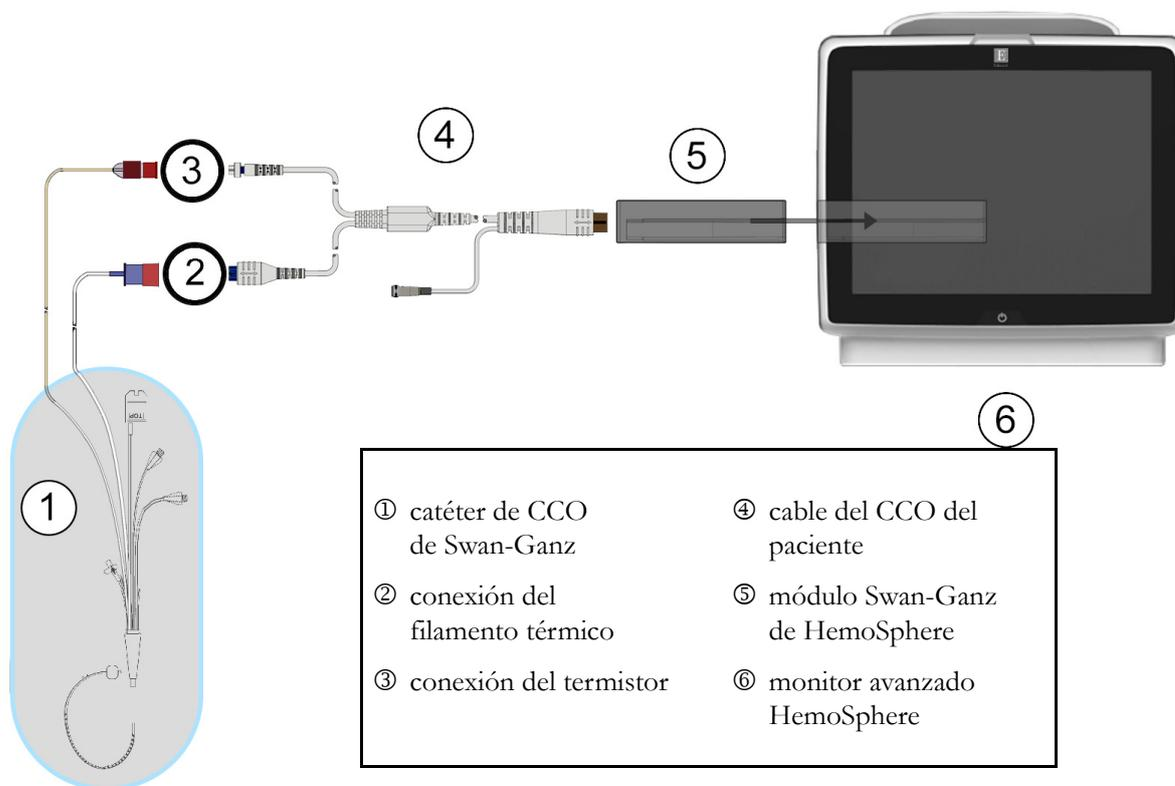

Figura 9-3 Descripción general de la conexión del GC
- 2 Acople el extremo del catéter del cable del paciente a los conectores del termistor y del filamento térmico del catéter de CCO de Swan-Ganz. Estos conectores están señalados con los números ② y ③ en la figura 9-3 en la página 103.